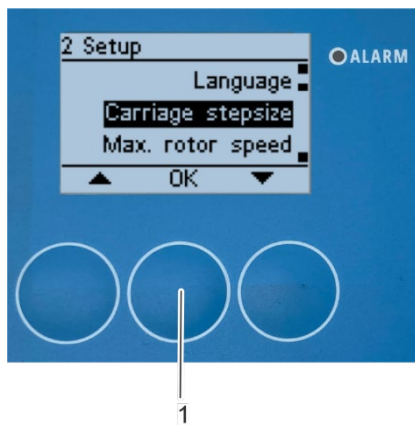

Abbildung 127: Öffnen des Untermenüs „Schrittweite des Schlittens“
⇒ Das Untermenü „22 Schrittweite des Schlittens“ erscheint auf dem Bildschirm (Abbildung 127/1).
3. Stellen Sie die Schrittweite des Schlittens mit den Pfeiltasten [nach oben] (Abbildung 127/5) und [nach unten] (Abbildung 127/3) ein.
4. Bestätigen Sie die Auswahl mit [OK] (Abbildung 127/4).